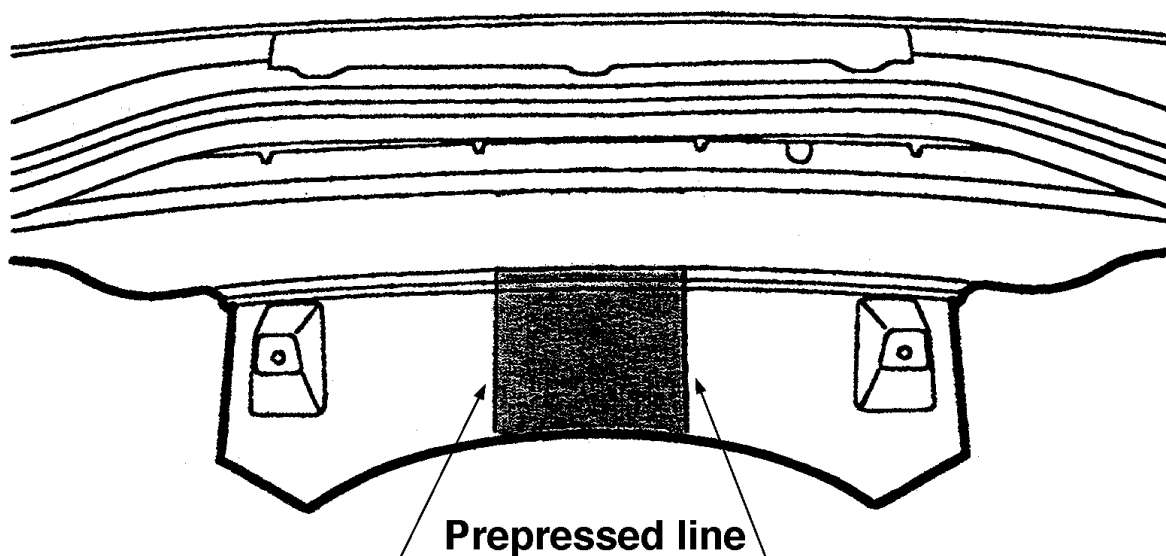

Fig.1
5. Saw a section out of the middle of the bumper as shown in fig. 1
5. Auf der Unterseite der Stoßstange einen Teil aus der Mitte gemäß Abbildung 1 ausschneiden.
5. Scier au centre de la partie inférieure du pare-chocs une partie correspondant à la figure 1.
5. Sav en del ud af kofangeren midt på undersiden jf. fig. 1.